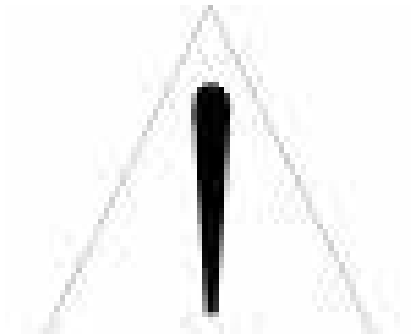

Bild 4.19 - Endergebnis: der Motor liegt in horizontaler Lage
5. Das erste Paar Transportösen aushängen und ausschrauben. Siehe Bild 4.19.